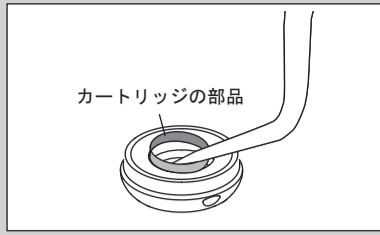

図21
- カートリッジを取り外す際、ハンドピースの使用状況によってはカートリッジが分解してヘッドキャップ内に部品が固着していることがあります。その際は、ピンセットなどを固着した部品の下に挿し込み取り外してください(図21)。